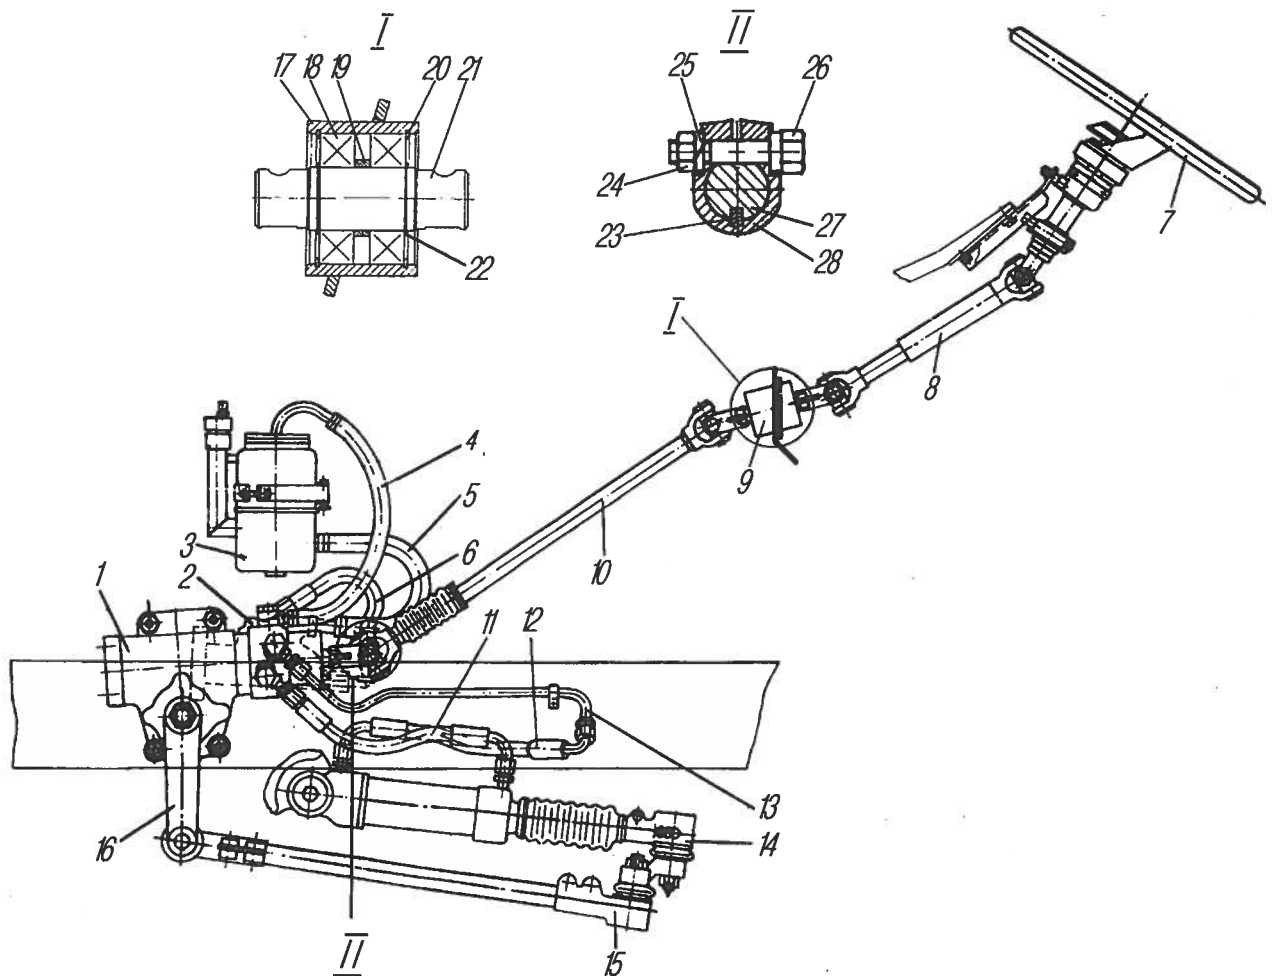
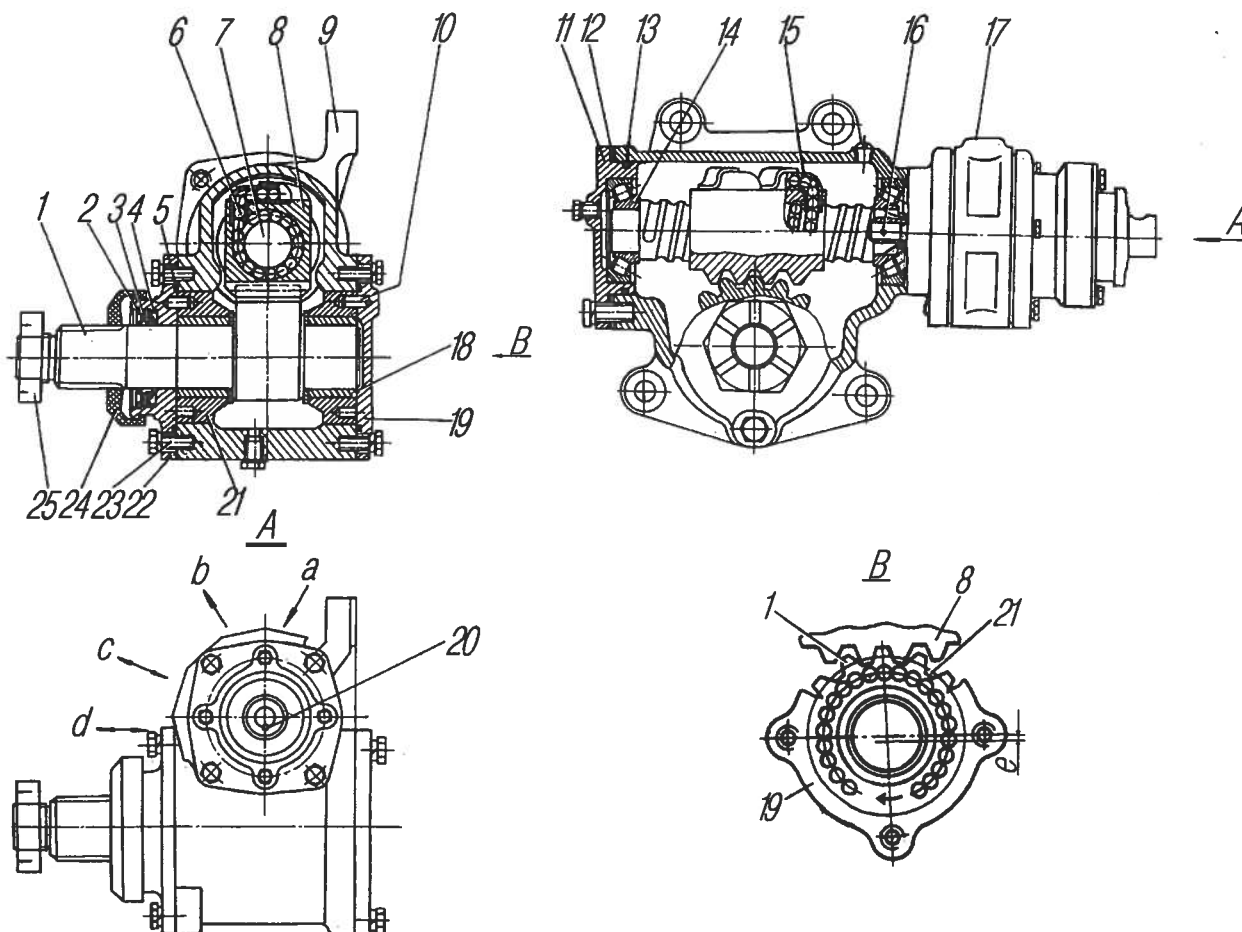
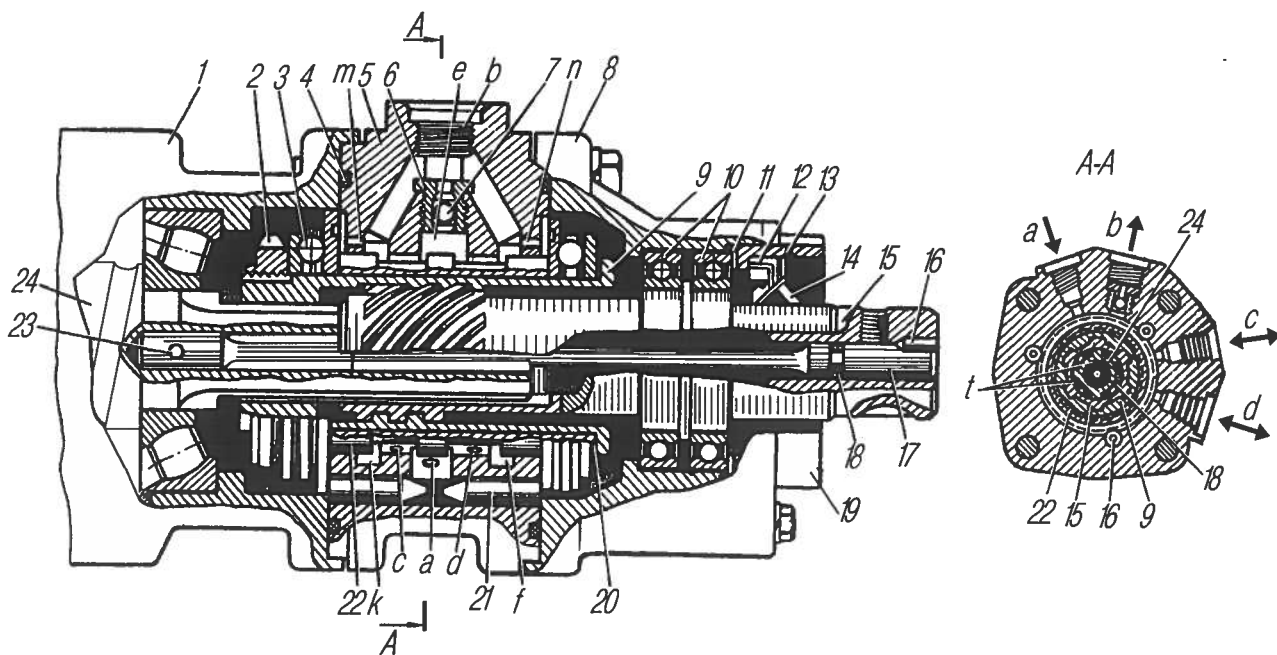

Рис. 54. Рулевое управление с механизмом типа винт-шариковая гайка-рейка-сектор:
Рис. 56. Механизм рулевой (винт-шариковая гайка-рейка-сектор):
Рис. 57. Распределитель гидроусилителя руля:
На автомобилях возможна установка рулевого управления двух исполнений: с рулевыми механизмами типа червяк-боковой сектор или винт-шариковая гайка-рейка-сектор, при этом карданные валы 7 (рис. 53) и 10 (рис. 54) отличаются длиной.
**Рулевой механизм с распределителем** (рис. 56) включает в себя винт 7 и шариковую гайку-рейку 8, находящуюся в зацеплении с сектором 1. Полукруглые винтовые канавки на винте и гайке-рейке образуют канал, заполненный при сборке механизма шариками 6 высокой точности.
**Распределитель** (рис. 57) установлен на рулевом механизме.
Рабочая жидкость от насоса поступает к средней канавке «е» (см. рис. 57). Поскольку в этом положении золотника канавки «е», «к» и «f» соединяются между собой, то масло, заполняя их и реактивные камеры, из распределителя через крайние канавки «к» и «f» и отверстие «b» сливается в масляный бак.
В начальный момент перемещения, когда давление в гидросистеме невелико, усилие на рулевом колесе, в основном, создается за счет закручивания торсиона, который непосредственно воздействует на вал 15. Винтовое соединение при этом перемещает золотник и практически не нагружается. При смещении золотника, величина которого ограничена зазором «t» в шлицевом соединении, прекращается доступ рабочей жидкости к кольцевой канавке «f». Жидкость от насоса подается к средней канавке «e», а затем через канал «d» в корпусе и далее по трубопроводу поступает в бесштоковую полость усилительного механизма 14 (см.рис. 54).
Из штоковой полости усилительного механизма жидкость по трубопроводам, через канал «с» (см.рис. 57) распределителя поступает в кольцевую канавку «k» и далее через отверстие «b» сливается в бак.
**В рулевом механизме** (см.рис. 56) следует регулировать натяг в подшипниках 14 и зазор в зацеплении гайки-рейки 8 с сектором 1.
1. Перед регулировкой натяга в подшипниках 14 закрепить рулевой механизм в тисках за проушины картера, отсоединить карданный шарнир (см.рис. 54). Вращением вала 15 (см.рис. 57) установить гайку-рейку 8 (см.рис. 56) и сектор 1 в одно из крайних положений. Определить момент, необходимый для проворачивания вала 15 (см.рис. 57) из крайнего положения в среднее (вал проворачивать на угол примерно  $30^\circ$ ). Если момент меньше 0,9 Н.м (0,1 кгс.м), отрегулировать натяг в подшипниках 14 (см.рис. 56), уменьшив количество прокладок 12. После регулировки момент, необходимый для проворачивания вала 15 (см.рис. 57), должен быть в пределах 0,9–1,5 Н.м (0,1–0,15 кгс.м).
Наличие зазора определять покачиванием сошки в обе стороны (будет слышен легкий стук в зубчатом зацеплении) или поворотом вала 15 влево и вправо до начала закрутки торсиона 17 при зафиксированном секторе. Для регулировки зубчатого зацепления снять сошку, крышки 19 (см.рис. 56) и 22 и повернуть вкладыши 21 с подшипниками 18 по часовой стрелке (если смотреть со стороны вала сектора) на одинаковый угол так, чтобы исключить зазор в зубчатом зацеплении. После поворота вкладышей одно из отверстий во вкладышах должно располагаться в плоскости, проходящей через диаметрально расположенные резьбовые отверстия в картере 9 для крепления крышек 19 и 22. Установку крышек производить таким образом, чтобы фиксаторы 10 вошли в отверстия во вкладышах 21 и располагались друг против друга. При незначительном несовпадении фиксаторов и отверстий повернуть вкладыши в ту или другую сторону до совпадения фиксаторов и отверстий, обратив внимание на отсутствие зазора в зубчатом зацеплении. Крышки 19 и 22 после регулировки могут быть повернуты на  $90^\circ$ ,  $180^\circ$  и  $270^\circ$  относительно первоначального положения.
После установки крышек момент, необходимый для проворачивания вала 15 (см.рис. 57) в среднем положении, должен быть в пределах 2,7–4,1 Н.м (0,27–0,41 кгс.м).